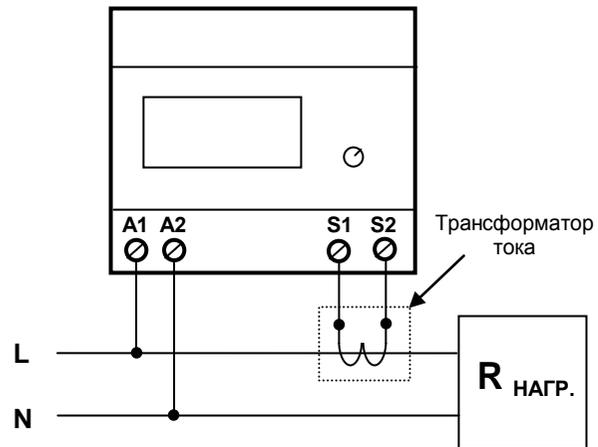

Рис.1. Типовая схема подключения амперметра «А-05».
4.3. Произвести подключение входной контролируемой сети, цепей питания согласно маркировке (Рис.1.): А1, А2 – питание; S1, S2 – вторичная обмотка трансформатора тока. Сечение подключаемых проводов должно быть 1,0... 1,5 мм²